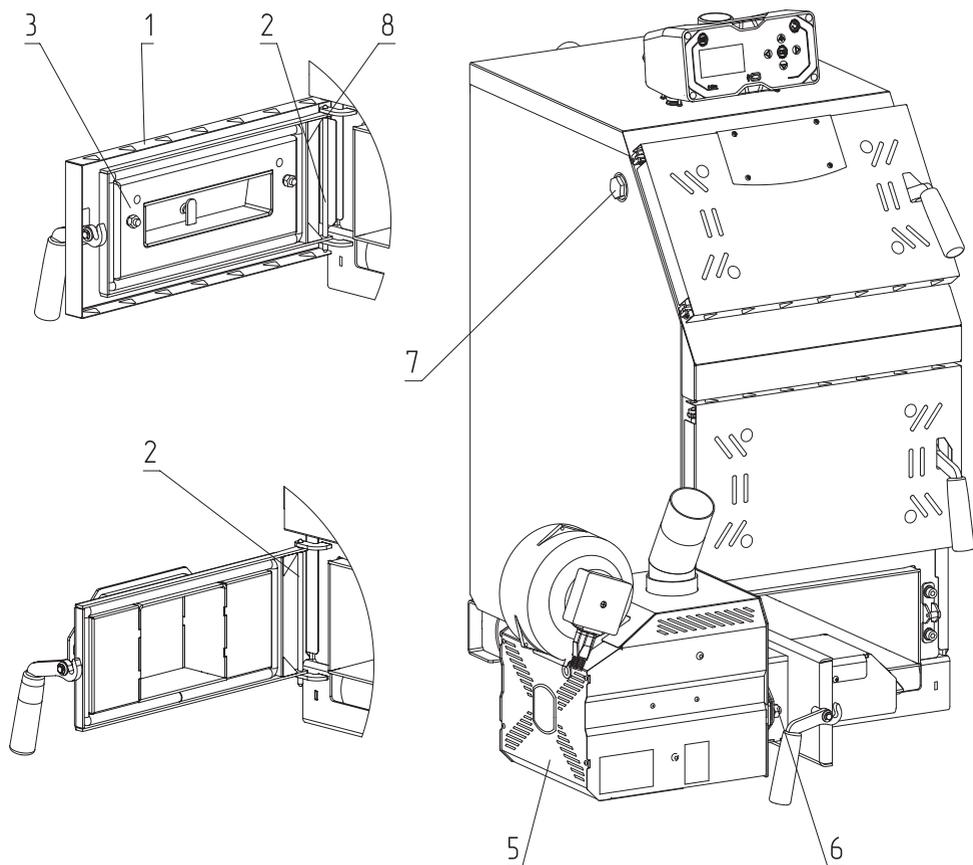

Рис.11 Порядок установки горелки ZOTA «FOX» на твердотопливные котлы Master/Master X 14, 20; Тополь-М 14, 20, 30; Тополь-ВК 16, 22, 32
- Снимите обшивку дверцы (**Рис.11, поз.1**);
- Снимите стопорную шайбу (**Рис.11, поз.8**) (В котлах Master X обшивки и стопорной шайбы нет);
- Извлеките ось (**Рис.11, поз.2**);
- Снимите дверцу зольную (**Рис.11, поз.3**);
- Установите адаптер горелки (**Рис.11, поз.4**);
- Зафиксируйте его осью (**Рис.11, поз.2**);
- Установите горелку (**Рис.11, поз.5**) на котел;
- Зафиксируйте горелку гайками (**Рис.11, поз.6**);
- Для установки гильзы под датчик температуры и перегрева снимите пробку или тягорегулятор (если установлен) и установите гильзу (**Рис.11, поз.7**) в освободившееся отверстие.